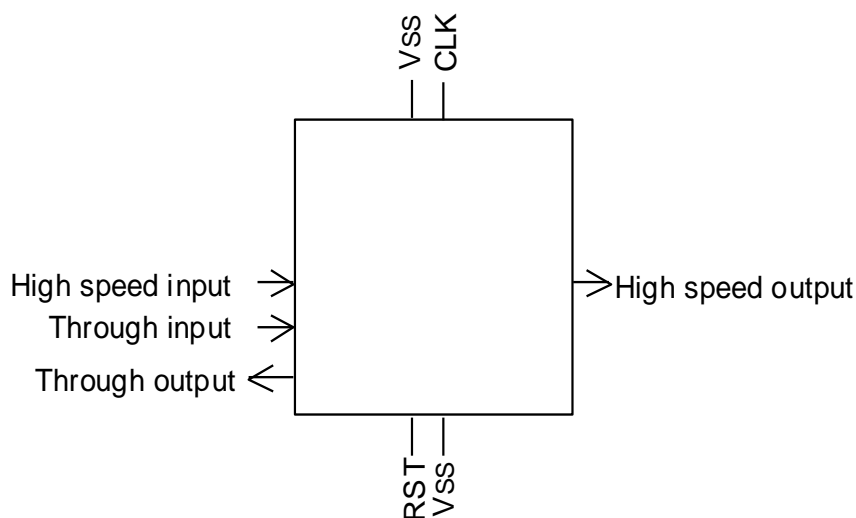

図 7-3 クリティカル信号配置例 1
- (a) クロック系、リセット系などのノイズの影響を小さくする必要のある端子は、出力端子から離し電源端子の近くに配置して下さい。（図 7-3）
- (b) 高速で動作する入力、出力端子は IC（パッケージ）辺中央付近に配置して下さい。（図 7-3）
- (c) 特定の入力端子から出力端子までの遅延値がお客さまの仕様に対し余裕がない場合には、これらの入出力端子を近傍に配置して下さい。（図 7-3）